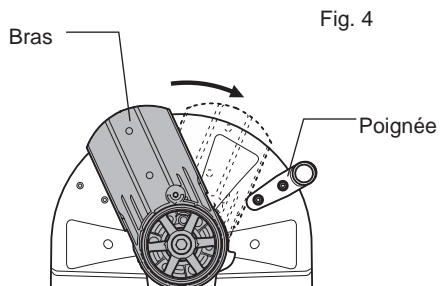

Fig. 4
- (5) Faites pivoter le bras jusqu'à ce qu'il entre en contact avec la poignée, puis remontez manuellement l'arbre de verrouillage en position d'origine. (Fig. 4)